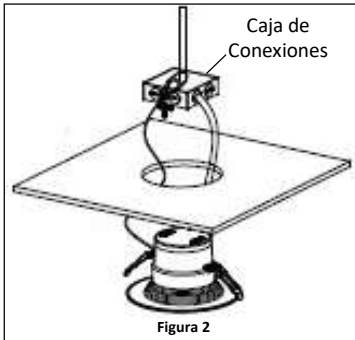

Figura 2
4. Conecta los cables de la lámpara a la caja de conexiones y realiza las conexiones de cableado según el **Diagrama de cableado**. **Ver Figura 2.**